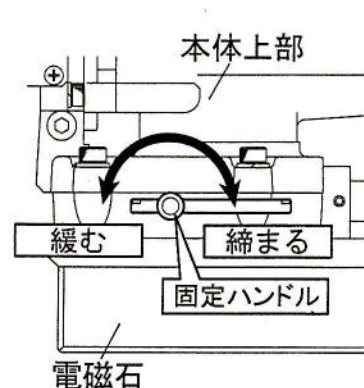

図7
- (1)本体側面の固定ハンドルを反時計方向に回し緩めることで、固定が解除され電磁石と本体上部がフリーの状態になります。(図7)
- (3)固定ハンドルを時計方向に回し締め込むことで電磁石と本体上部が固定されます。(図7)
- (4)固定ハンドルは左右どちら側にも装着できますので、ご使用し易い側に装着してお使いください。
- (5)固定ハンドルが邪魔になるような箇所で使用される場合には、固定ハンドルの代わりに付属の六角穴付き止めネジをご使用ください。固定解除には付属の六角レンチ#5がご使用になれます。